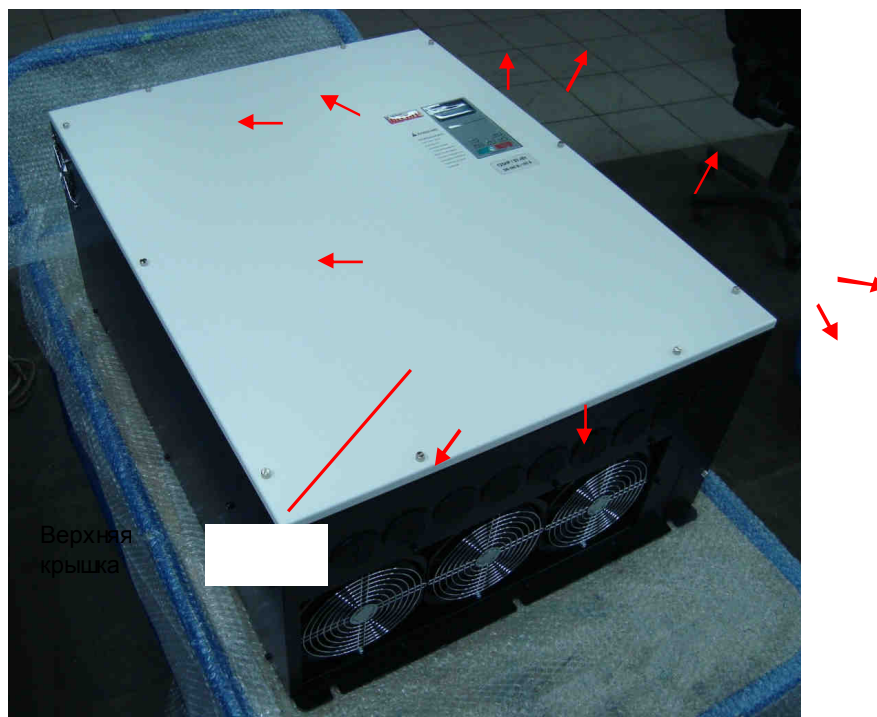

Рис. 6.1.
6.1.2. Выкрутить десять невыпадающих винтов (рис. 6.1, красные стрелки) так чтобы устранить крепление верхней крышки, но винты не выпадали. Демонтировать верхнюю крышку. Положить крышку в тару.